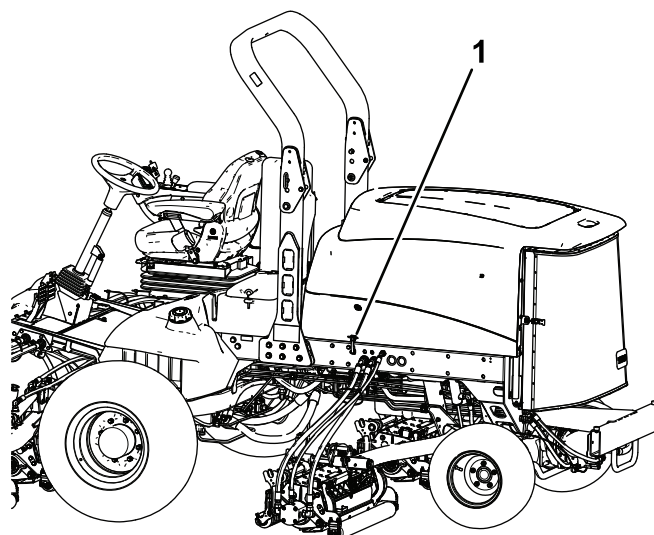

Figura 50
2. Desengate o trinco do capot e abra o capot (Figura 50).